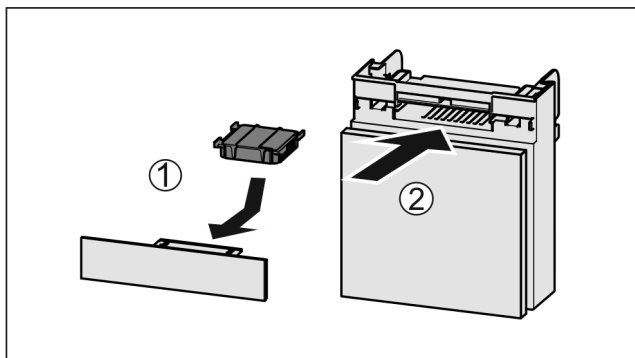

Fig. 43
- ▶ Aktivni ogljeni filter vstavite Fig. 43 (1) skladno s prikazom na sliki.
- ▶ Predal potisnite noter Fig. 43 (2).